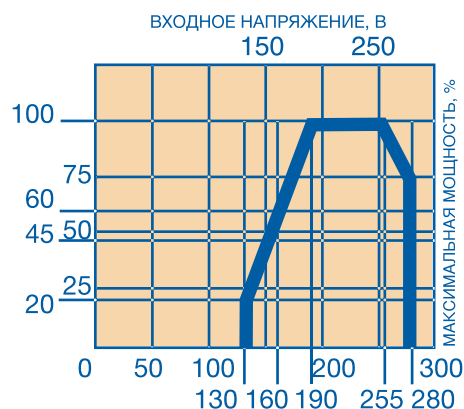

Рис. 2. Зависимость максимальной полной выходной мощности от входного напряжения.
4) Максимальная полная мощность нагрузки в диапазоне входного напряжения 190 В + 255 В, ВА (Рис. 2)
3.3. Общая полная мощность подключаемых к выходной цепи стабилизатора потребителей электроэнергии определяется с учетом зависимости максимальной полной выходной мощности от входного напряжения (Рис. 2) и определенного по пп. 3.2 диапазона входного напряжения.